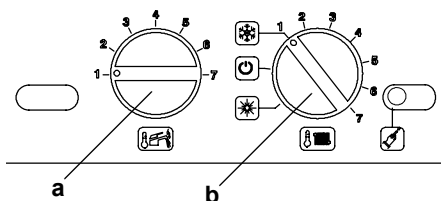

Figura 2.3 Pannello comandi sanitario/ riscaldamento.
- 3 Ruotate il selettore **b** come in **Figura 2.3**.
Ruotate il selettore **b** come illustrato in **Figura 2.3**